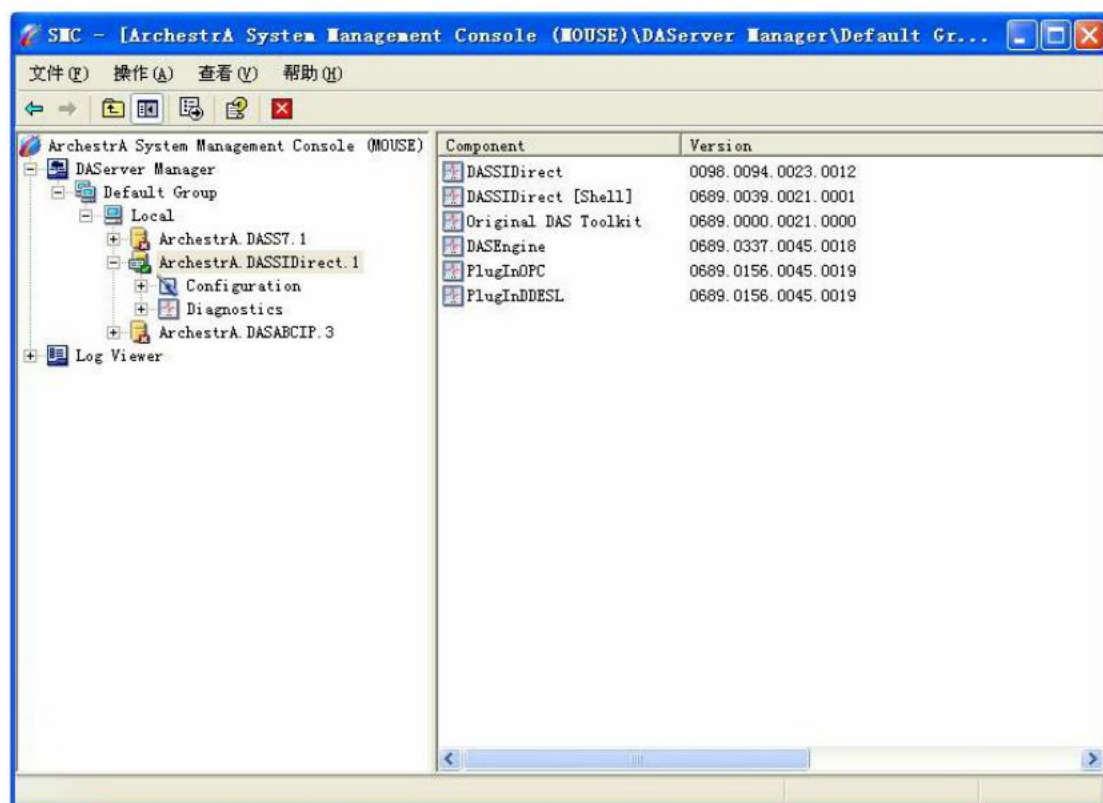

图 6. SI Direct DA Server 已激活
11. 在左面的树形结构图中，右键点击 ArchestraA.DASSIDirect.1 并从子菜单中选择 “Activate Server” 来启动此 DA Server，ArchestraA.DASSIDirect.1 旁边的图标将由红变成绿，如下图 6 所示：